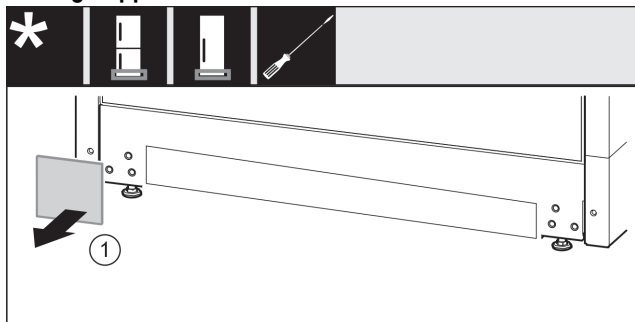

Fig. 35
- Togliere la copertura. *Fig. 35 (1)*